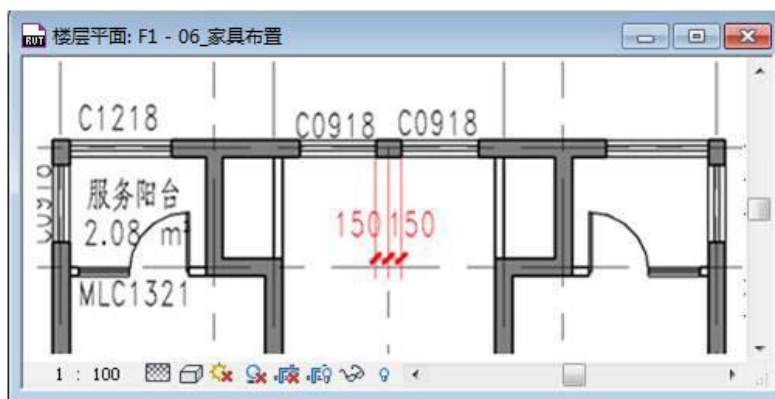

图 3-10
- 10) 根据前面讲到的方法，选择窗“C0918”，放置在（如图 3-10 所示）的位置。